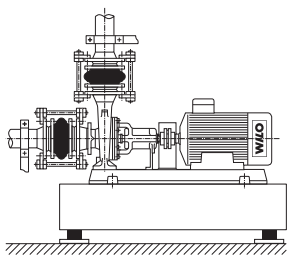

Fig. 9: Koble pumpen til spenningsfritt
- Rørledningene må ikke overføre krefter til pumpen. De må fanges opp direkte foran pumpen, og de må kobles til spenningsfritt (se fig. 9).
- Rørledningenes utvidelse ved stigende temperaturer må kompenseres i form av egnede tiltak (se fig. 9). Med egnede installasjoner må det sørges for at dannelse av luftblærer i rørledningene unngås.